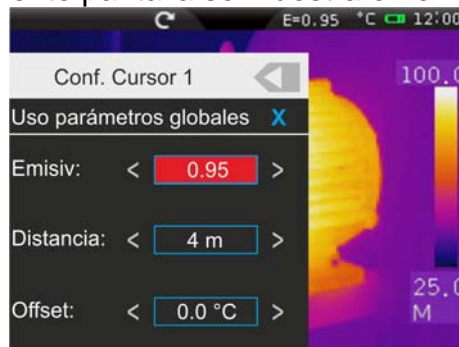

Fig. 23: Configuraciones parámetros asociados a los cursores
8. Con la opción precedente desactivada (vea la Fig. 23) es posible asociar a los cursores valores de los parámetros “Emisividad”, “Distancia” y “Offset” distintos de los globales. A tal fin toque el campo del parámetro marcado en rojo y los símbolos “<” y “>” para disminuir o aumentar el valor respectivamente. Mantenga pulsadas las teclas para una selección rápida de los valores. Los campos de medida son los siguientes:
7. Con opción precedente desactivada (vea el Fig. 23) es posible asociar a la línea los valores de los parámetros “Emisividad”, “Distancia” y “Offset” distintos de los globales. A tal fin toque el campo del parámetro marcado en rojo y los símbolos “<” y “>” para disminuir o aumentar el valor. Mantenga pulsadas las teclas para una selección rápida de los valores. Los campos de medida son los siguientes:
6. Con la opción precedente desactivada (vea la Fig. 23) es posible asociar al área los valores de los parámetros “Emisividad”, “Distancia” y “Offset” distintos de los globales. A tal fin toque el campo del parámetro marcado en rojo y los símbolos “<” y “>” para disminuir o aumentar el valor. Mantenga pulsadas las teclas para una selección rápida de los valores. Los campos de medida son los siguientes: